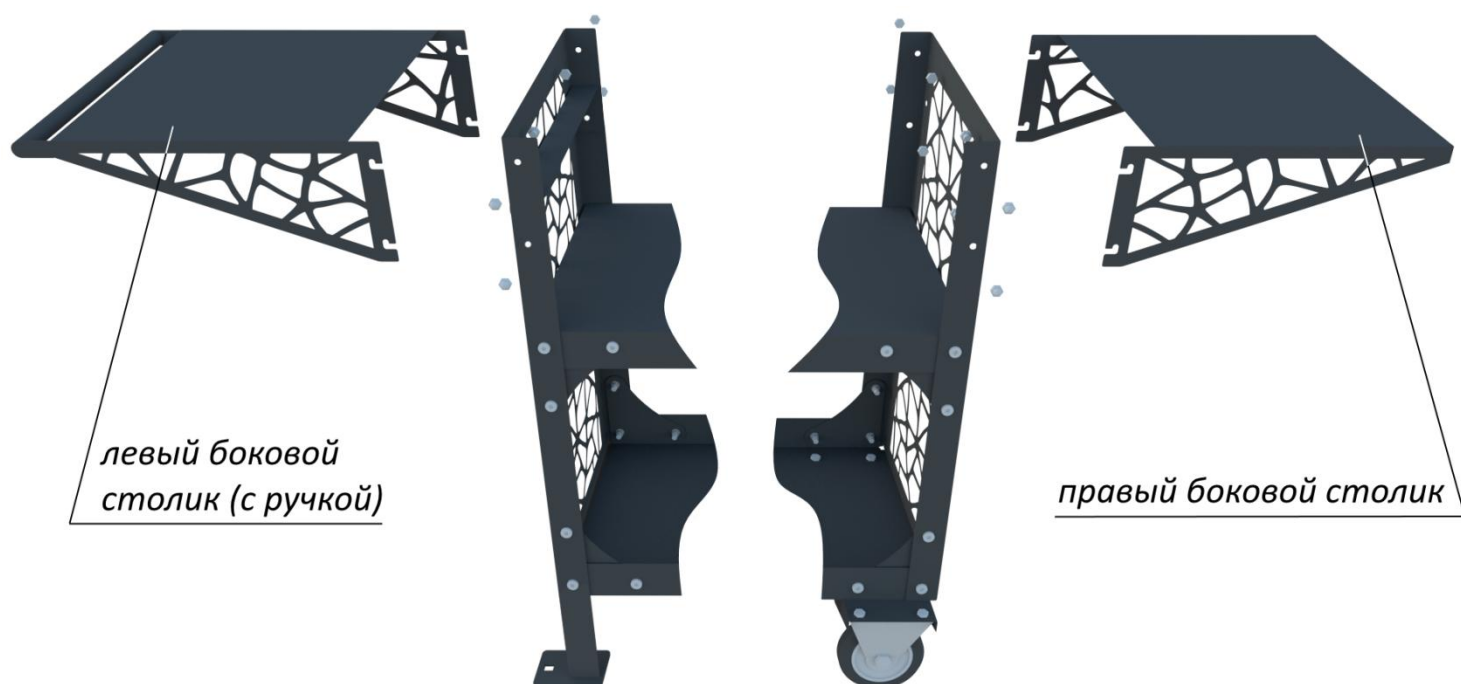

Рис. 4
- удерживая боковые столики, поочередно присоединить левый и правый резным кронштейном вниз, совмещая с отверстиями зафиксировать болтами М6 из поставляемого комплекта, при этом шляпки болтов должны быть расположены внутрь (см. рисунок 4)